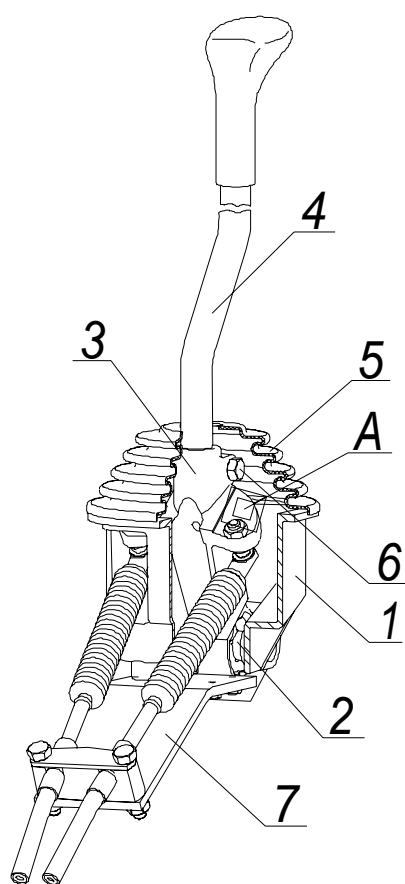
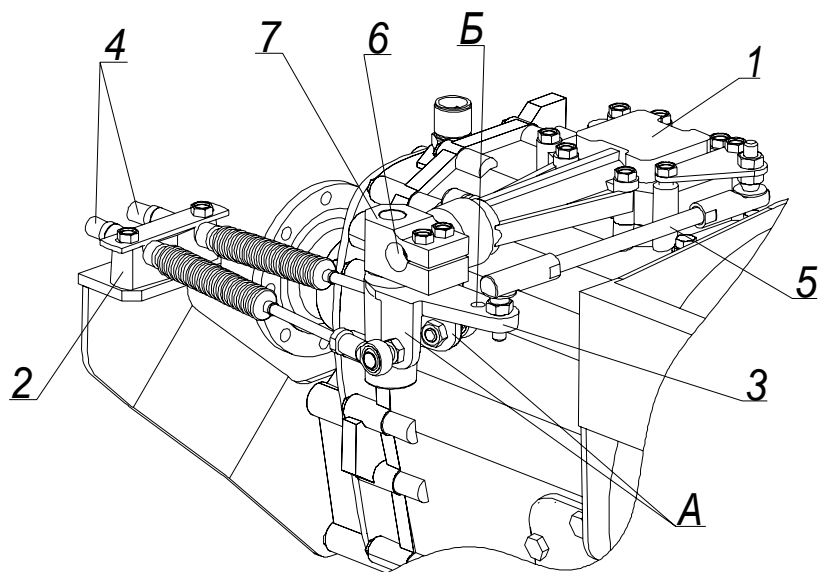
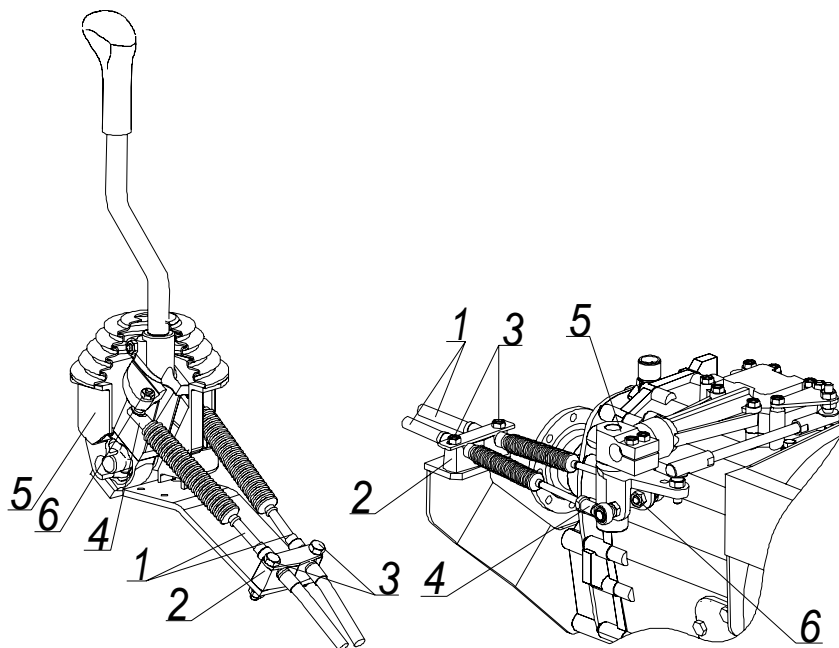

Рис.2 Опора рычага переключения передач (мастер-опора).
Рис. 6. Исполнительный механизм привода управления КПП ZF 5S-42 (5S600, 6S700).
Рис. 7. Монтаж тросов
1.2. Опора рычага переключения передач (мастер-опора) (рис. 2) со смонтированным на нем рычагом переключения передач преобразует движения этого рычага в перемещения тросов дистанционного привода.
2.1. Привод механизма переключения передач КПП 5S-42 (5S600, 6S700) (рис.6) работает следующим образом: - когда водитель перемещает рукоятку рычага переключения передач 4 (рис. 2) в сторону, кулиса мастер-опоры 6 (рис. 2) поворачивается в горизонтальной плоскости. При этом один из приливов «А» (рис. 2), к которому присоединен трос, движется вперед, а другой - назад, т. е. тросы перемещаются в противоположных направлениях. Действуя в противоположные стороны на проушины «А» (рис. 6) корпуса транслятора 3, тросы 4 создают момент в горизонтальной плоскости, который благодаря реактивной тяге 5 преобразуется в усилие вдоль оси вала 6. Этим усилием вал, через шлицевой корпус 7 транслятора, перемещается в ту или другую сторону и, закрепленным на нем рычагом, входит в паз головки одного из штоков механизма переключения передач.
Дальнейшим движением водитель перемещает ручку рычага переключения передач 4 (рис. 2) вперед или назад. При этом кулиса 3 (рис. 2) мастер-опоры поворачивается в вертикальной плоскости, оба троса перемещаются в одном направлении, действуют на проушины «А» (рис. 6) транслятора в одну сторону и тем самым создают момент относительно оси вала 6. Вал поворачивается и через шток механизма переключения передач и закрепленную на нем вилку передвигает каретку синхронизатора, включая соответствующую передачу.
ВНИМАНИЕ: Демонтаж концов тросов от механизма управления (мастер - опоры) или транслятора (рис. 7) выполняется следующим образом:
3.4 Во избежание выхода из строя крестовины мастер-опоры (рис. 2, рис.7) необходимо следить за целостностью уплотнений подшипников крестовины.